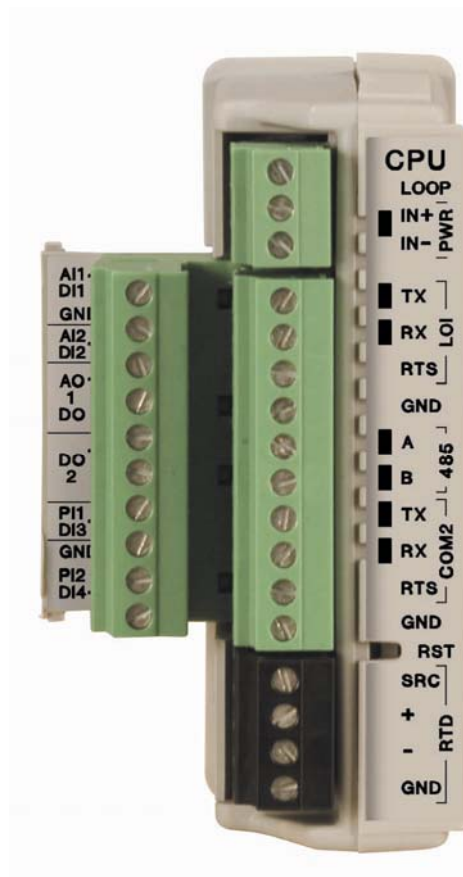

Рис. 1-4. CPU
- Дополнительный узел ввода/вывода CPU и устройства согласования (см. рисунок 1-4).